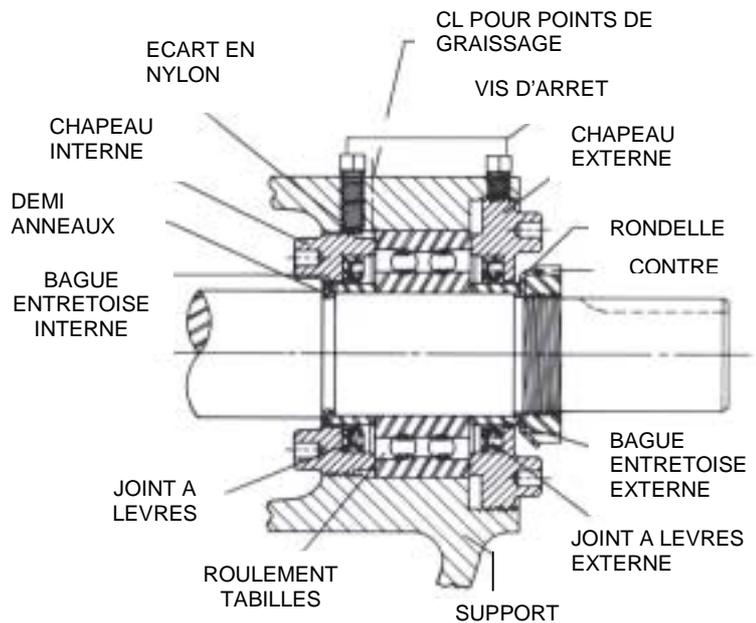

FIGURE 6
8. Dévissez les vis d'arrêt. Deux sur les pompes de taille G, H et HL, quatre sur toutes les autres tailles. Dévissez les deux chapeaux à joint à lèvres avec une clé calibre. Retirez le roulement à billes et les bagues d'entretoise. Voir figure 6.
Placez la paire de demi anneaux sur l'arbre et faites glisser la bague d'entretoise interne par dessus les demi anneaux pour les fixer en place. Les pompes de taille G, H et HL ne comportent pas de paire de demi anneaux. Voir Figure 6 page 4.
8. Enfoncez le joint à lèvres dans le chapeau interne avec les lèvres face à l'extrémité de l'arbre puis insérez-le chapeau côté arbre du support. Tournez-le en rotation horaire en regardant l'extrémité de l'arbre jusqu'à ce qu'il s'engage dans le pas. Les orifices de clé calibre du chapeau doivent être côté rotor. Tournez le chapeau de bout avec une clé calibre jusqu'à ce qu'il sorte légèrement par l'orifice sur le côté du support. Arrêtez de tourner le chapeau avant que le joint à lèvres ne se dégage de l'extrémité de la bague d'entretoise sur l'arbre ou que le chapeau ne sorte du pas. Voir Figure 6 de la page 4.
10. Enfoncez le joint à lèvres dans le chapeau externe avec les lèvres face à l'extrémité de l'arbre puis insérez le chapeau dans le support. Tournez le chapeau dans le support jusqu'à ce qu'il touche le roulement. Voir Figure 6, page 4.
7. Dévissez les vis d'arrêt. Deux sur les pompes de taille G, H et HL, quatre sur toutes les autres tailles. Dévissez les deux chapeaux avec joint à lèvres avec une clé calibre. Retirez le roulement à billes et les bagues d'entretoise. Voir figure 6.